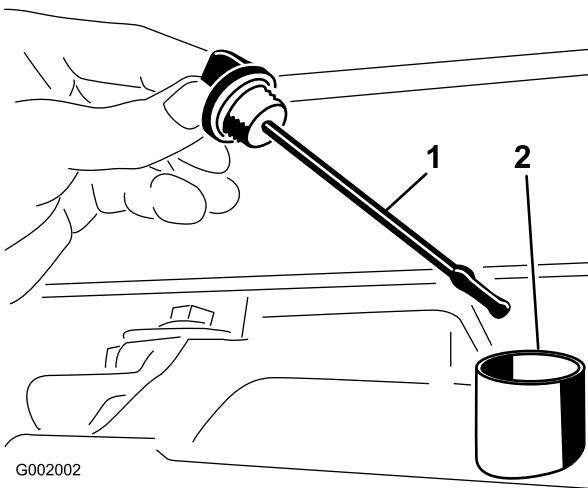

Figura 65
2. Retire la varilla del transeje y límpielas con un paño limpio (Figura 65).